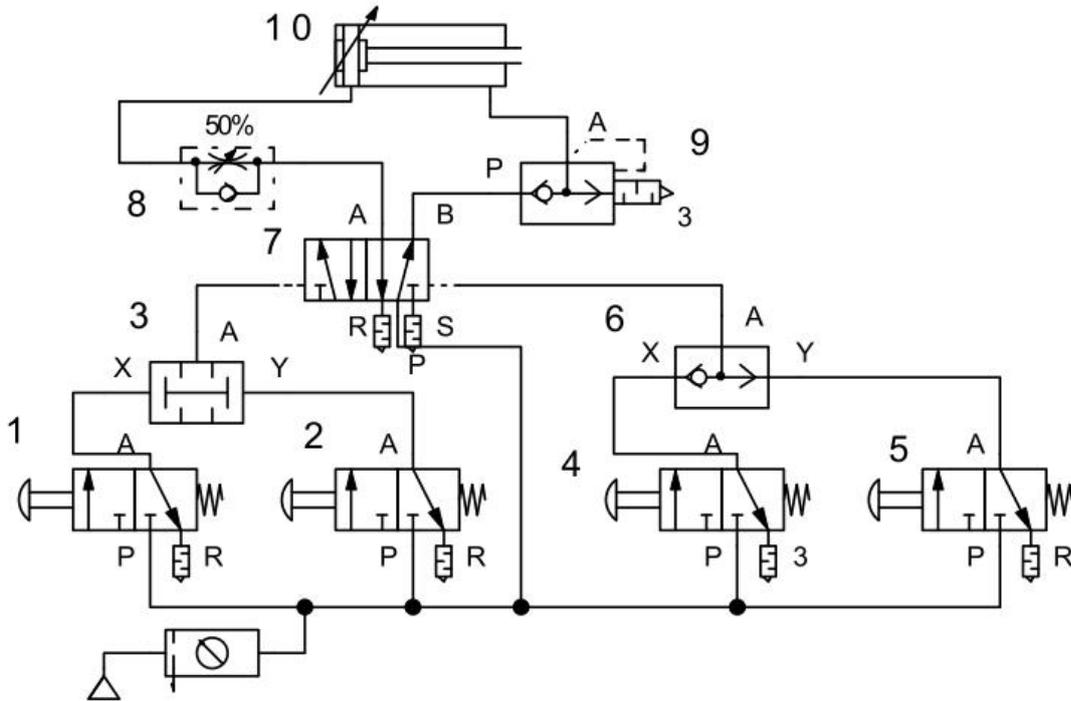

图 H1-2-6 板材切断装置气压回路图
(1) 任务描述 安装并调试板材切断装置气压系统，气动回路图如下图 H1-2-6 所示。